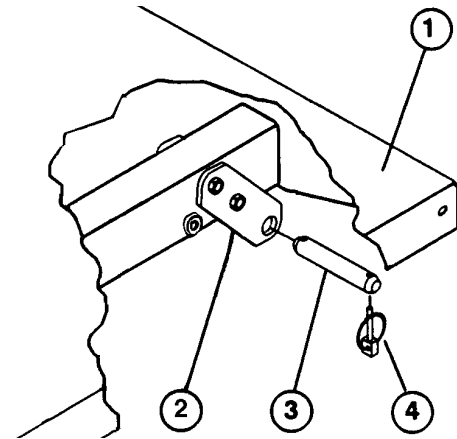

Fig. 2
1. Fjern splitboltene og splitterne, som blev monteret på ladets drejebeslag, inden vognen forlod fabrikken (Fig. 2).